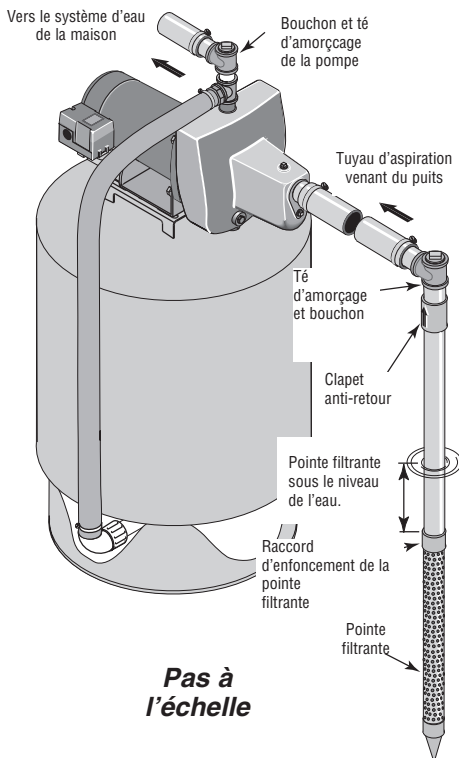

Figure 1 : Installation avec une pointe filtrante
INSTALLATION DE LA POINTE FILTRANTE (Figure 1)
3. Utiliser le moins possible de raccords (en particulier des coudes) lorsque l'on branche la tuyauterie de la pointe filtrante sur l'orifice d'aspiration de la pompe. Le diamètre du tuyau d'aspiration doit être au moins aussi grand que le diamètre de l'orifice d'aspiration de la pompe (y compris le clapet anti-retour si la pompe n'en comporte pas un - voir la Figure 1). Supporter le tuyau de façon qu'il ne soit pas cintré afin qu'il n'exerce pas de contraintes sur le corps de la pompe; de plus, il doit être légèrement incliné vers le haut, du puits jusqu'à la pompe (les points hauts risquent de causer des poches et des bouchons d'air dans la pompe). Rendre étanches les raccords du tuyau d'aspiration avec du ruban d'étanchéité en PTFE pour filetage. Les raccords doivent être étanches à l'air et à l'eau. *Si le tuyau d'aspiration aspire de l'air, la pompe ne pompera pas l'eau du puits.* Si une pointe filtrante ne fournit pas suffisamment d'eau, considérer brancher deux ou trois pointes filtrantes sur un même tuyau d'aspiration.